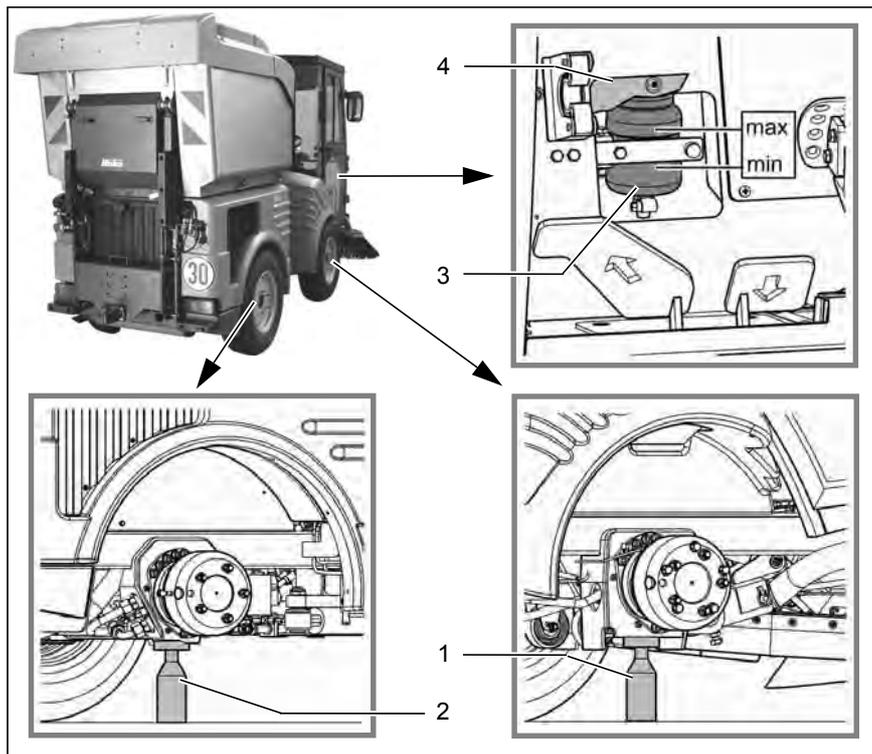

Fig. 57
3. Poser le cric sur le point de pose (Fig. 57/1) ou (Fig. 57/2) de telle sorte qu'il soit parfaitement stable.
L'opérateur doit contrôler tous les jours l'efficacité du dispositif de freinage avant de commencer à rouler. Toutes les 250 heures de service contrôler le niveau du réservoir de liquide de frein (Fig. 57/2) en rajouter en cas de besoin. Le réservoir de liquide de frein se trouve sous le siège du conducteur.
1. Retirer la plaque (Fig. 57/3) située sous la siège du conducteur.